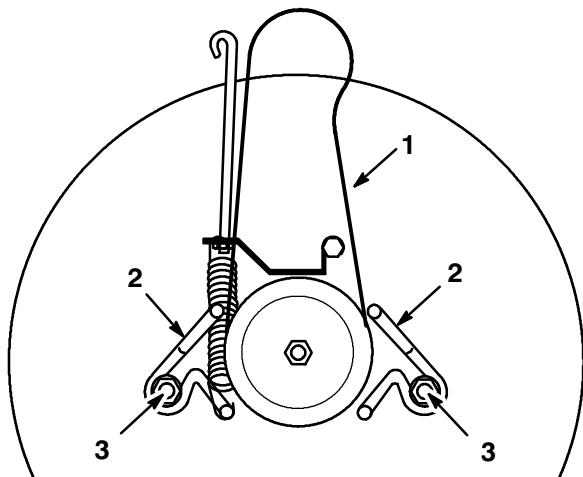

Bild 45
2. Lockern Sie die Befestigungsschrauben an der Riemenführung und bewegen diese von der Scheibe weg (Bild 45).
1. Bringen Sie den neuen Riemen an der Schnittmesser-Riemscheibe und in beiden Riemenführungen an (Fig. 45).
2. Stellen Sie die Riemenführungen so ein, dass sie sich 3 mm von der Scheibe befinden. Ziehen Sie die Befestigungsschrauben fest (Bild 45).